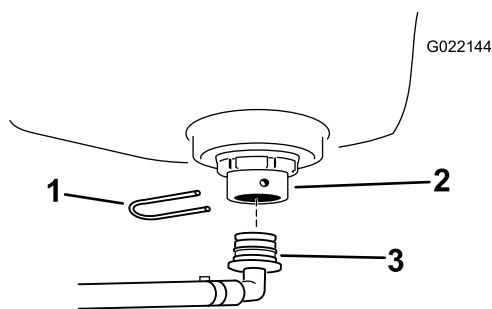

Figura 13
2. Montate il raccordo portagomma del serbatoio di lavaggio nel diaframma e fissatelo con una forcella di fissaggio (Figura 13). Ruotate il raccordo in modo tale che sia rivolto all'indietro.